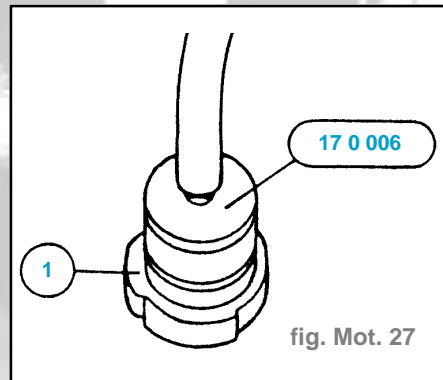

fig. Mot. 27
- Visser le bouchon (1) sur l'appareil contrôle, le raccorder avec le flexible dépression ou sur l'outil **61 6 030** (fig. Mot. 27).